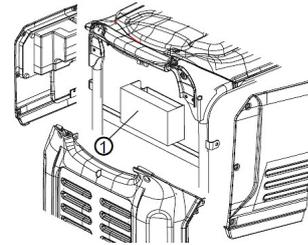

Abb. 6: Batterieabdeckung
Schritt 9: Die Batterie (Modell PG-I 40 S) sollte halbjährlich einmal aufgeladen werden. Entfernen Sie dazu die Abdeckungen Pos.1 (Abb. 6). Sollte die Batterie unter 10,5 Volt fallen, kann sie nicht wieder aufgeladen werden und muss ausgetauscht werden.